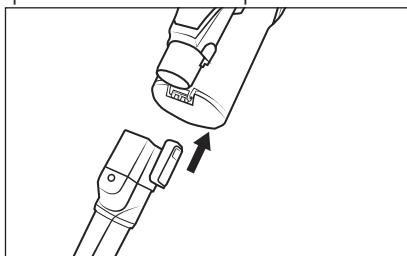

Fig. 14
- ◆ Monte el accesorio en el tubo de aspiración ④ o en el orificio de aspiración del aparato hasta que encastre con un chasquido (consulte la fig. 14). Para ello, asegúrese de que el encastre esté en la posición correcta.